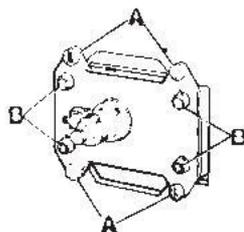

Fig. 16
- Sécurisez le système à l'aide des 4 vis auto-taraudeuses fournies (fig. 16) et retirez le levier.
- Placez le capot. Assurez-vous que les pattes sont bien placées par rapport ergots (B fig. 16).